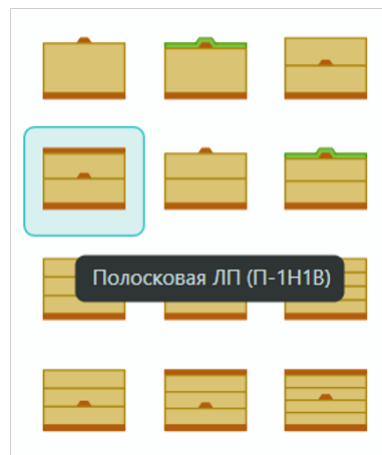

Рис. 16 Выбор структуры ЛП
2. Выбрать подходящую структуру ЛП, см. Рис. 16.